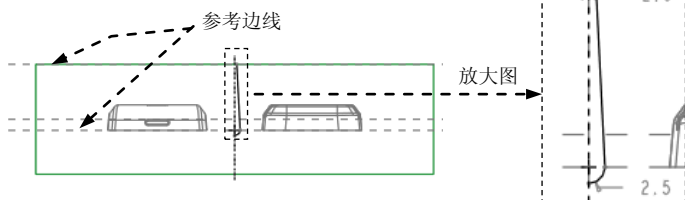

图 31.9 截面草图
Step4. 进入截面草绘环境后，选取 MOLD_FRONT 和 MAIN_PARTING_PLN 基准平面为草绘参考，并选取图 31.9 所示的边线为参考边线，绘制图 31.9 所示的截面草图；完成特征截面后，单击“草绘”操控板中的“完成”按钮.